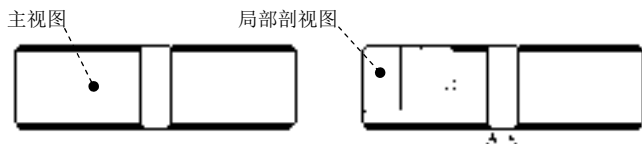

图 3.8.26 局部剖视图
创建局部剖视图如图 3.8.26 所示, 操作步骤如下。
Step2. 创建图 3.8.26 所示主视图的左视图 (投影视图)。
(1) 在“绘图视图”对话框中, 选取类别区域中的截面选项。
(2) 将截面选项设置为 2D 横截面, 将模型边可见性设置为总计, 然后单击 + 按钮。
(3) 在名称下拉列表框中选取剖截面 A (A 剖截面在零件模块中已提前创建), 在剖切区域下拉列表框中选取局部选项。